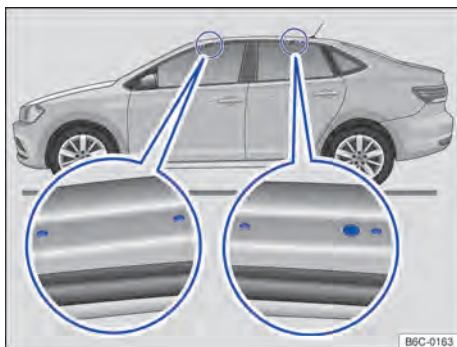

Fig. 131 Pontos de fixação dos suportes de base do bagageiro do teto (ambos os lados).
Os furos ou marcações dos pontos de fixação dos suportes de base ficam visíveis com a abertura das portas (dianteiras e traseiras) do veículo e encontram-se no lado nas vigas do teto → Fig. 131 (lupa). Os furos ou marcações para fixação atrás encontram-se no lado inferior das vigas do teto → Fig. 131 (lupa direita).
- Fixar os suportes de base somente nas marcações indicadas na figura → Fig. 131.